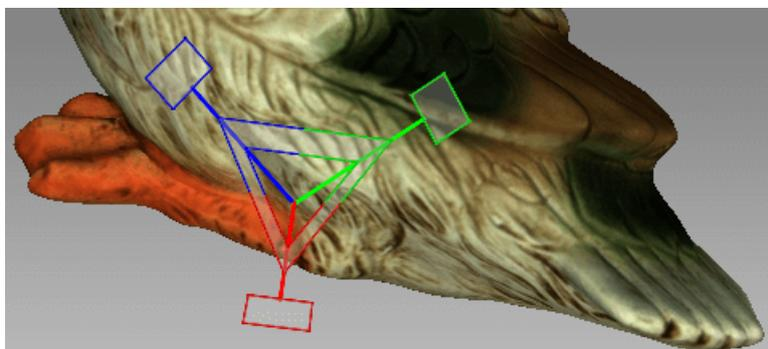

Abbildung 100: Skalierungs-Kontrolle
- Den Ursprung der Kontrolle (Abb. 100) oder eines der abgerundeten Enden im Fenster *3D-Ansicht* ziehen.